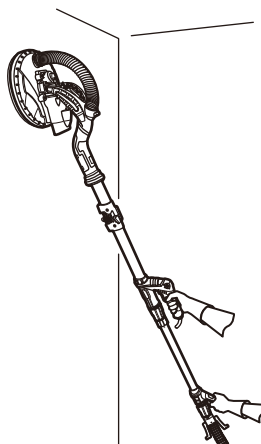

Fig. 14
- > Segure a ferramenta com uma mão na pega principal (5) e com a outra na superfície de aperto (1) (13).
- > Quando o tubo de extensão (11) estiver montado segure a ferramenta com uma mão na pega principal (5) e com a outra mão na pega traseira (11a) (Fig. 14).